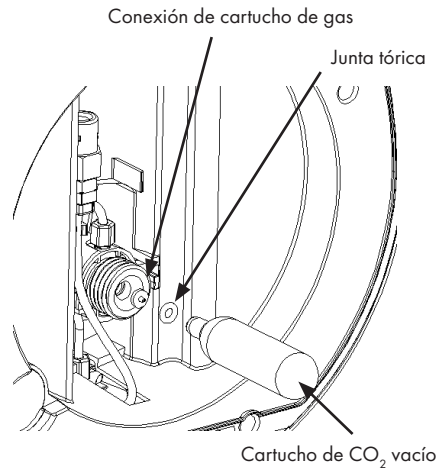

Figura 25
2. Instale un nuevo perno de perforación en el regulador (el extremo puntiagudo apunta hacia afuera) e instale la junta tórica (vea la Figura 25). No retire ninguna otra pieza del controlador durante el reemplazo.